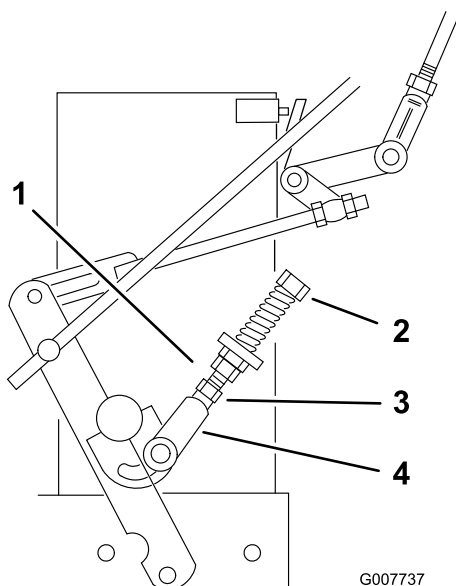

Figura 34
9. Se a roda rodar enquanto segura a alavanca da transmissão em PONTO MORTO, as ligações de controlo de ponto morto precisam de ser ajustadas (Figura 34). Se a roda parar, vá para o passo 12.
10. Desaperte a porca junto da forquilha da ligação de controlo de ponto morto (Figura 34).
11. Ajuste a ligação de controlo de ponto morto até a respetiva roda propulsora parar enquanto a alavanca da transmissão é puxada contra a mola do ponto morto (posição PONTO MORTO) (Figura 34).
12. Rode o parafuso de ajuste aproximadamente 1/4 de volta no sentido dos ponteiros do relógio, se a roda rodar para trás, ou rode o parafuso aproximadamente 1/4 de volta no sentido contrário ao dos ponteiros do relógio, se a roda rodar para a frente (Figura 34).